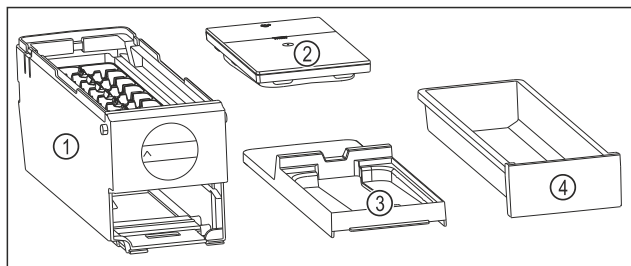

Fig. 85 Composants de l'EasyTwist-Ice
- L'EasyTwist-Ice est démonté en quatre parties. (voir Fig. 85)
- ▶ Ne démonter l'EasyTwist-Ice que de la manière illustrée. (voir Fig. 85)
- ▶ Nettoyer le corps de l'EasyTwist-Ice Fig. 85 (1) dans son ensemble.